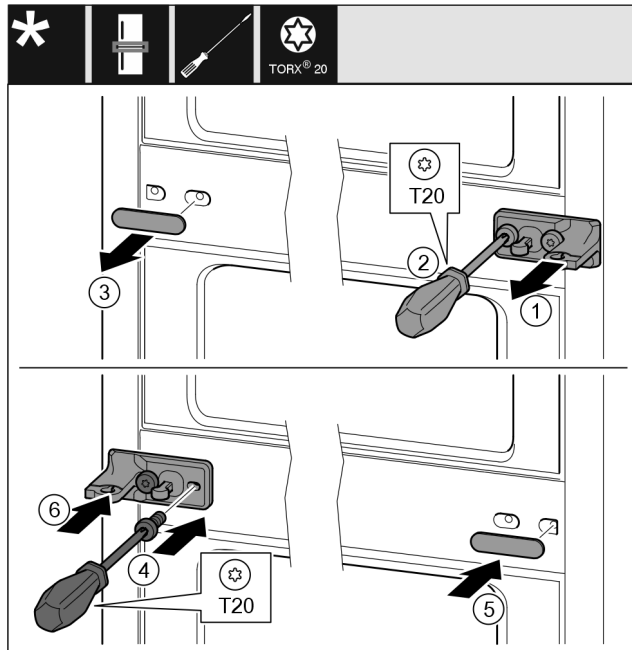

Fig. 13
- ▶ Vedä levy Fig. 13 (1) irti.
- ▶ Kierrä ruuvit Fig. 13 (2) ulos ruuvimeisselillä.
- ▶ Vedä suojus Fig. 13 (3) varovaisesti irti.
- ▶ Kiinnitä laakerijalusta kalvon kanssa Fig. 13 (4) ruuveilla toiselle puolelle 180° käännettynä.
- ▶ Aseta suojus Fig. 13 (5) toiselle puolelle 180° käännettynä.
- ▶ Työnnä suojus Fig. 13 (6) edestä päälle.